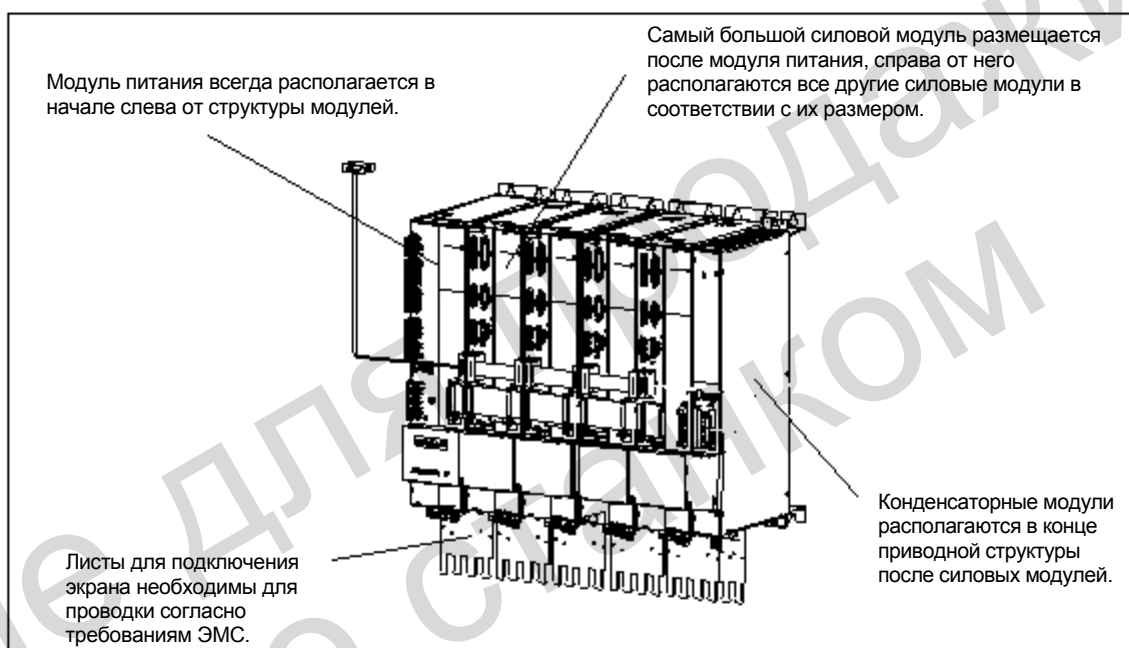

Рис. 2-1 Пример соединения
Модуль E/R или UE всегда располагается в начале слева от структуры модулей. Справа рядом с модулями E/R или UE располагаются силовые модули (LT) (см. рис. 2-1).